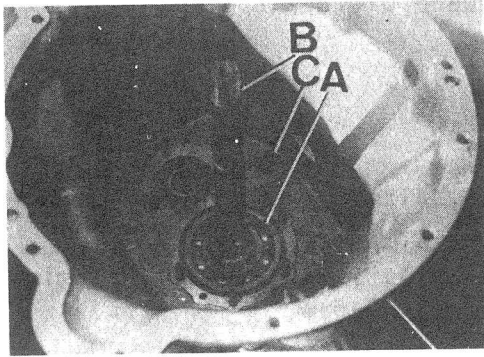
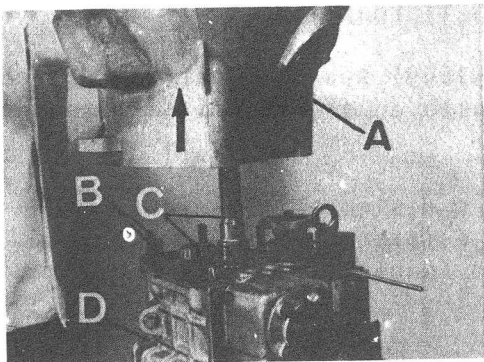

Fig. C1-81 Cáster de embrague
Fig. C1-82 Cáster de embrague
1.2 Desmontar el anillo elástico y arandela que fijan el rodamiento, A (Fig. C1-81) al eje primario, B.
1.3. Desmontar los elementos de fijación, C (Fig. C1-81) del cárter de embrague al -cárter de la caja de velocidades.
1.5. Se botará el cárter de embrague hacia arriba, A (Fig. C1-82), empleando para --ello una maza de plástico, hasta que el cárter, en unión del rodamiento del pri--mario, se libere de los espárragos de fijación, B, teniendo en cuenta que todo --el tren de engranajes, incluyendo el eje primario, C, quedará perfectamente alo--jado en el cárter de la caja de velocidades.
- 2.1.1. Montar una junta sobre el cárter de la caja de velocidades, D (Fig. C1-82) aplicándole previamente una capa de Hermetical 600 en ambas caras.
- 2.1.2. Montar el cárter de embrague, A (Fig. C1-82), fijándolo con sus tuercas, C (Fig. C1-81) dándole un par de apriete de 6 á 7,5 mkg.
- 2.1.3. Montar la arandela y el anillo elástico que fijan el rodamiento, A (Fig. C1-81) al primario, B.